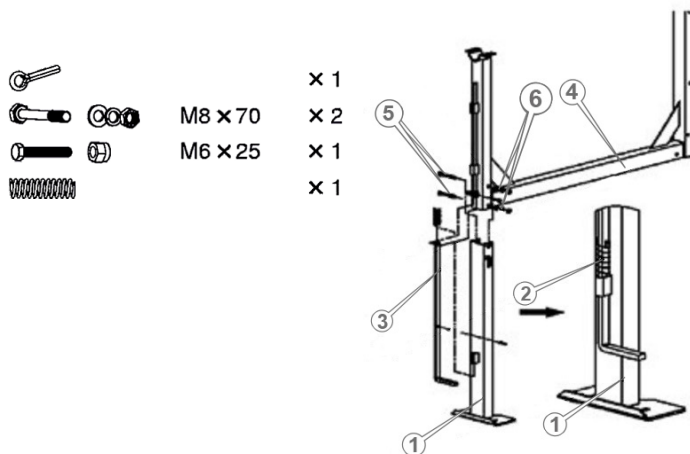

Рисунок 13. Схема фіксації опорної стійки моделей «БМ-160-ЗНН», «БМ-180-ЗНН».
2. Встановити, закріпити болтами опорну стійку, важіль на опорній рамі (3, рис. 13).